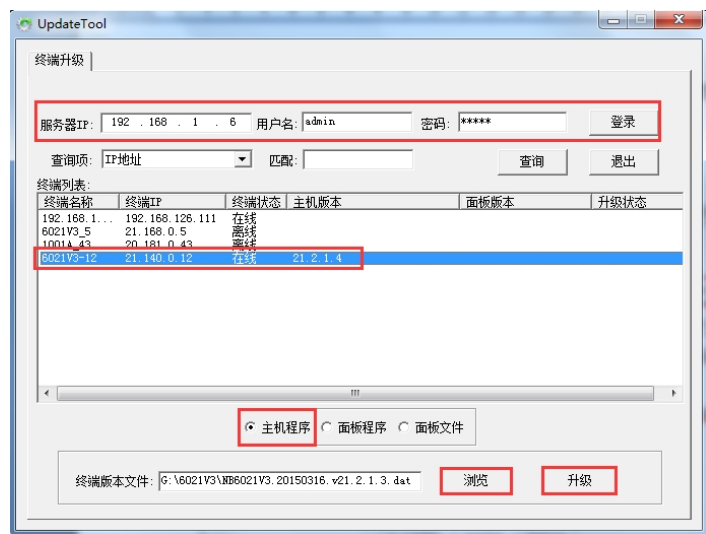

图3.9终端升级工具对话框图
1) 产品接入到网络广播系统运行正常后，打开工具栏中的“终端升级工具”，弹出升级对话框，如图3.9所示。